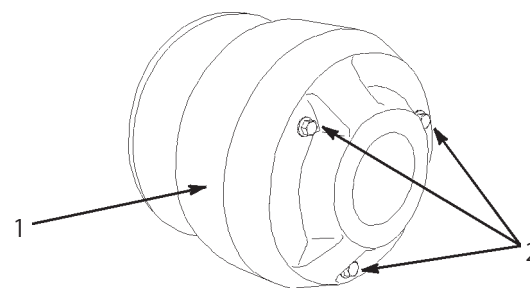

図55
4. クラッチ・カバーのボルト (3本) を外してカバーを取る (図55)。